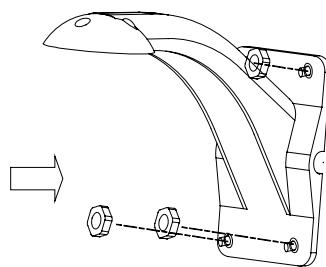

Rys.8
5. Zamontuj wew. osłonę z powrotem (Rys.8)